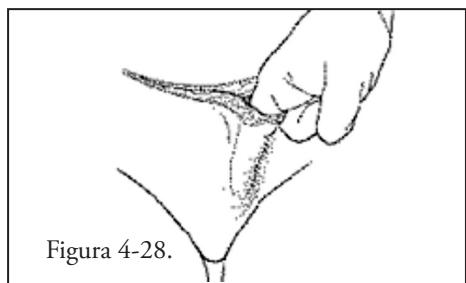

Figura 4-28.
13. Para implantar la bomba de control en el escroto o en los labios mayores, realice una disección roma para crear una bolsa subdartos dependiente. La bomba de control debe colocarse en el mismo lado en el que se haya colocado el balón regulador de presión. (**Figura 4-28**)